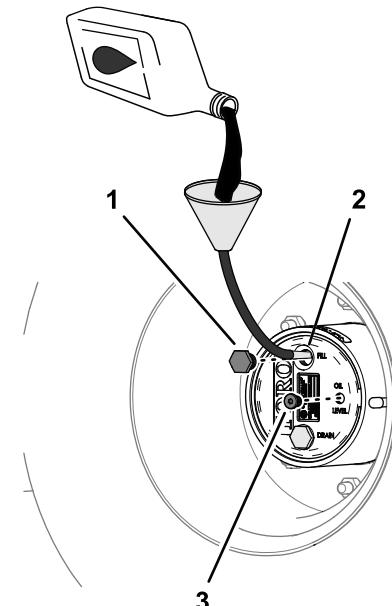

Figura 85
4. Se il livello del lubrificante è basso, rimuovete il tappo di riempimento e aggiungete il lubrificante specificato fino a quando non inizia a fuoriuscire dal foro del tappo di controllo (Figura 85); fate riferimento a Specifiche del lubrificante per riduttori planetari (pagina 69).
6. Montate il tappo di riempimento e il tappo di controllo (Figura 85).
1. Attraverso il foro del tappo di riempimento, aggiungete lentamente il lubrificante per ingranaggi specificato; fate riferimento alla Figura 85 in Controllo del lubrificante per riduttori planetari \(pagina 69\).
3. Montate il tappo di riempimento e il tappo di controllo; fate riferimento alla Figura 85 in Controllo del lubrificante per riduttori planetari \(pagina 69\).